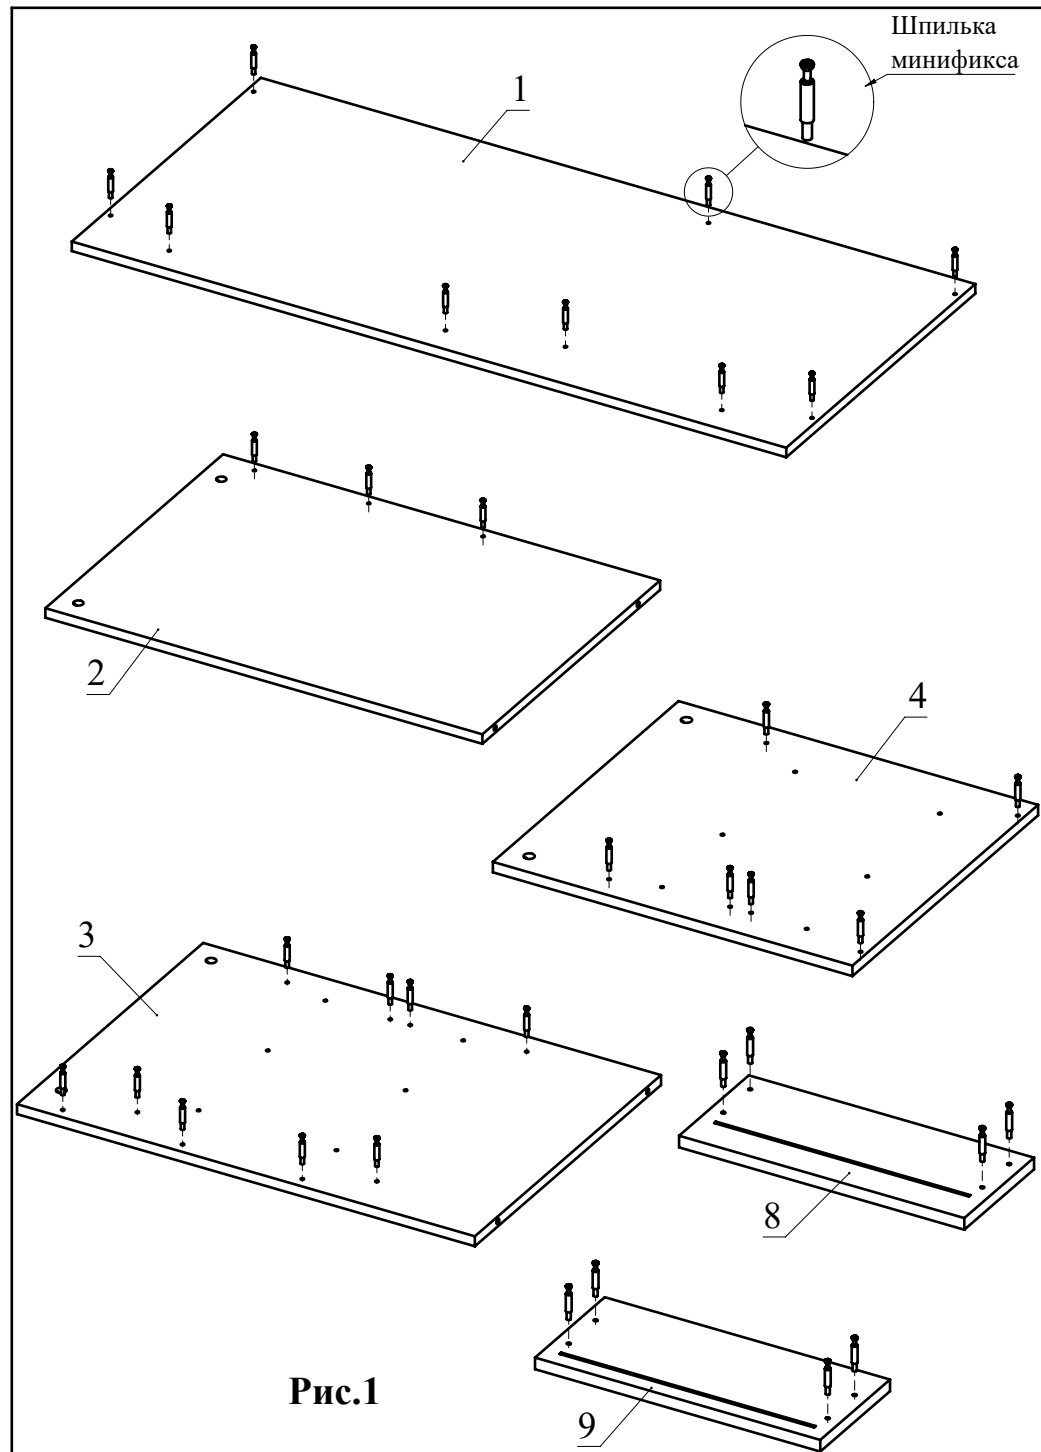

Рис.1
1. Вкрутите шпильки минификсов в детали 1, 2, 3, 4, 8, 9 (Рис. 1).